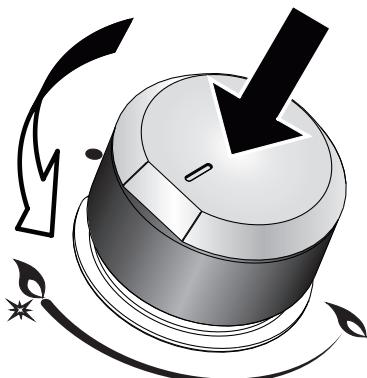

Fig. 2.2a
1. Pour allumer le brûleur, appuyer sur la manette et la faire tourner (fig. 2.2a ou 2.2b) jusqu'à la position de débit maximum “” ou “”; puis continuer à appuyer sur la manette jusqu'à ce que l'allumage se fasse.